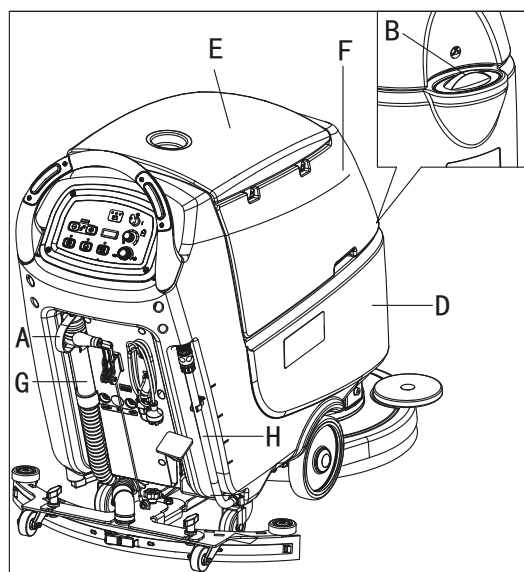

Figura 7
1. Abra la boca de llenado (B, Figura 7).
2. (Para máquinas sin Sistema de Mezclado Químico) Utilice la boca de llenado delantera (B) y o la boca de llenado posterior (H) para llenar el depósito (D) con una solución adecuada para el trabajo a realizar. Rellene hasta la marca de referencia "1" de la manguera de control del nivel (H). Siempre siga las instrucciones sobre la disolución en la etiqueta del producto químico usado para preparar la solución. La temperatura de la solución no debe exceder los +104°F (+40°C).